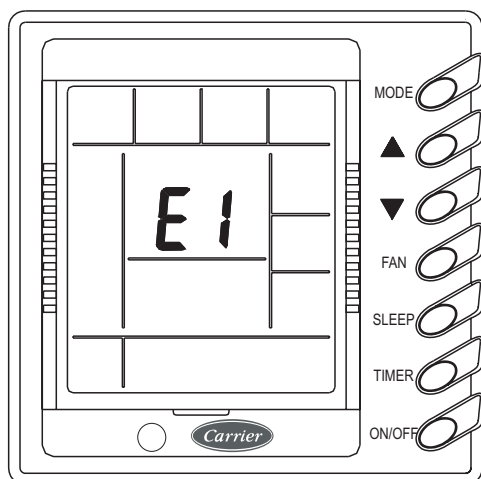

Fig. 6-VIII
7. Display de falhas (Fig.6-VIII)
- Quando ocorrerem falhas na operação, um código de falha aparecerá na zona de display de temp. ambiente. A Fig. 6-VIII mostra o compressor operando com a proteção contra pressão alta.